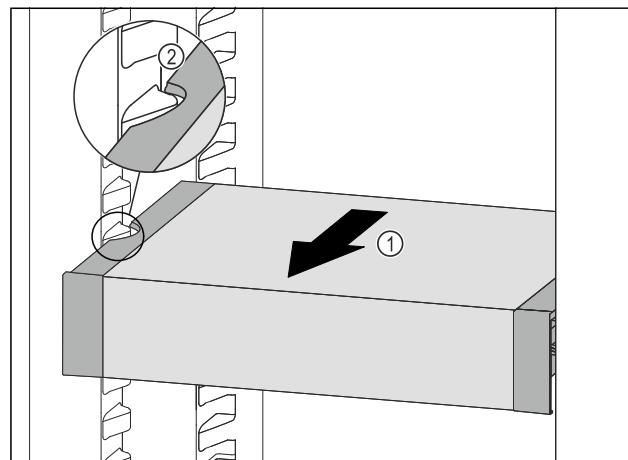

Fig. 123
- VarioSafe tiahajte dopredu Fig. 123 (1), kým sa bočné vybrania VarioSafe nebudú nachádzať vo výške rebra nádoby v chladničke. Fig. 123 (2)